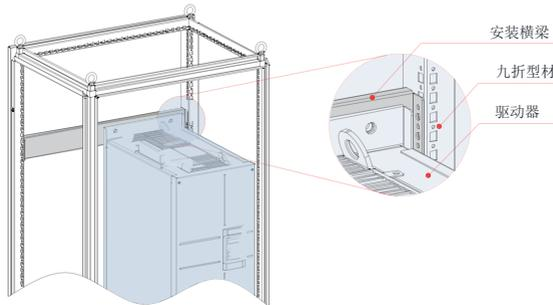

图 3-17 IS580T370-R1~IS580T720-R1 机柜 3D 示意图
- 2、IS580T370-R1~IS580T720-R1 装入九折型材 600mm 深机柜时，安装横梁必须向内弯折（如图 3-17 所示），借用立柱的空间（在装 800mm 深或以上标准机柜时，无此限制）。